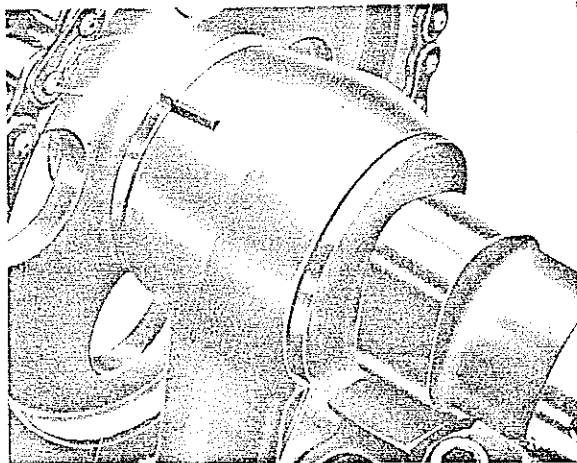

Fig.07-6/4
11.Draai de borgbout (8) van de kettingaandrijving eruit en verwijder de bo-
venste scharnierbout van de geleidestrip (7) met de trekker 187 589 07 33 00 (zie fig.07-6/3).